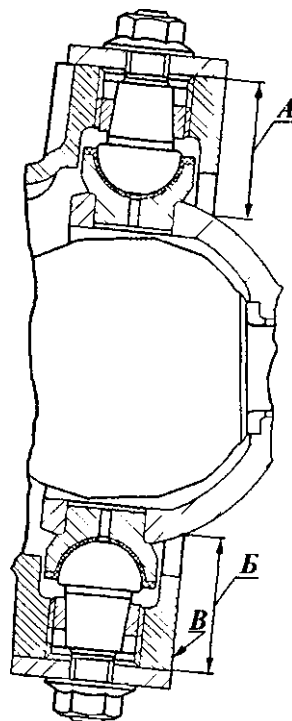

Рис. 9.14. Регулировка затяжки шаровых шкворней поворотного кулака
2. Заворачивайте зажимные втулки до упора шкворней во вкладыши с обеих сторон, обеспечив при этом равенство размеров А и Б (рис. 9.14) от торцев корпуса 9 (см. рис. 9.12) поворотного кулака до сферы шаровой опоры 19. Допускается неравенство размеров А и Б (см. рис. 9.14) не более 0,2 мм. Для получения достаточной точности измерение размеров А и Б следует проводить в плоскости В.
Проконтролируйте размеры А и Б (см. рис. 9.14).